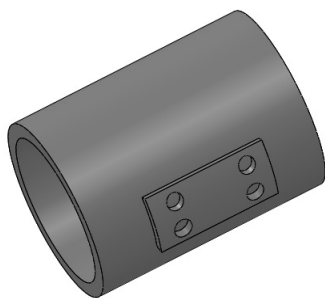

图 5-94 包覆操作后零件实体模型
- [6] 单击【确定】按钮, 包覆操作后零件实体模型如图 5-94 所示。